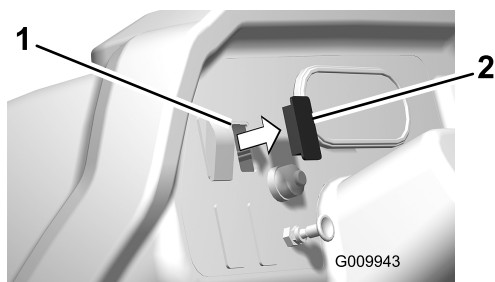

Figura 19
1. Retire um tampão de um dos furos não utilizados do painel de instrumentos (Figura 19).